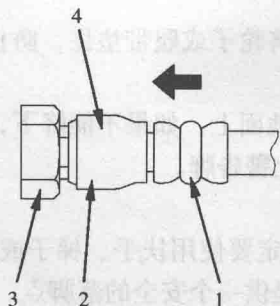
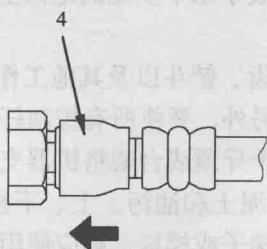

图 1-1 示意图 (1)
图 1-2 示意图 (2)
(1) 释放掉液压油箱内的残留压力。
(2) 如图 1-1 所示, 握住接头 1 并将软管接头 2 推入匹配接头 3 中。接头可以推入大约 3.5mm。不要握住橡胶套 4。
(3) 如图 1-1 和图 1-2 所示, 在将软管接头 2 推入匹配接头 3 中以后, 用橡胶套 4 紧压住接头 3, 直到它发出咔嚓声为止。